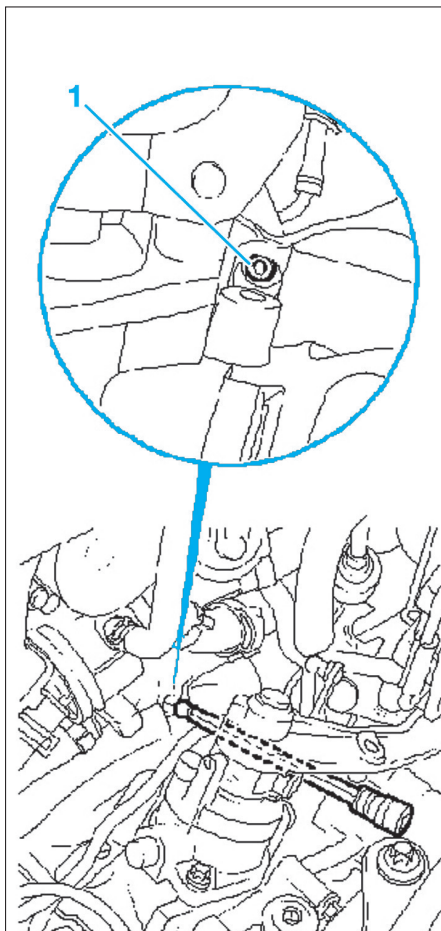

Fig. 5
- Par le compartiment moteur et à l'aide d'une rallonge, déposer la vis supérieure (1) (Fig.5).